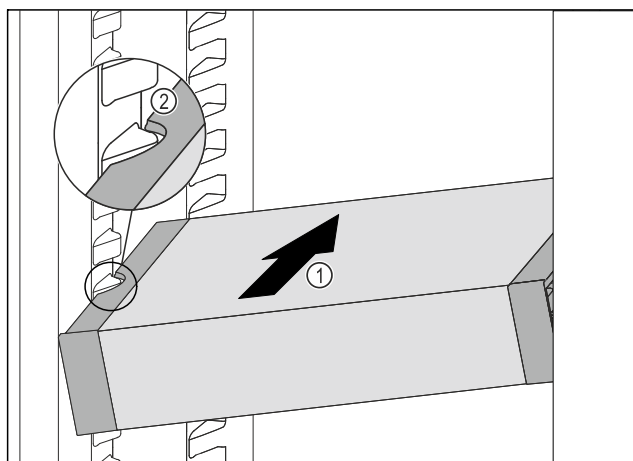

Fig. 69
- Zasuňte VarioSafe do chladničky pod úhlem tak Fig. 69 (1), aby vybrání na bocích Fig. 69 (2) VarioSafe byla na úrovni žebrování na nádoby v chladniče.